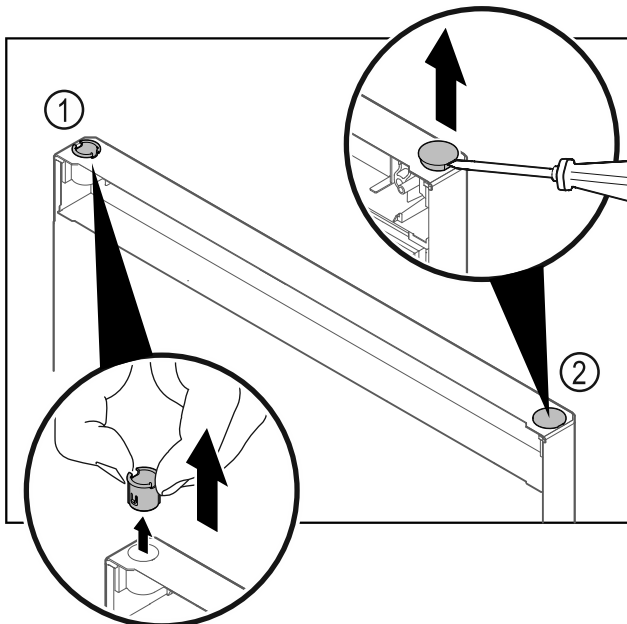

Fig. 22 Køledelens dør
- Træk hængselbøsningen Fig. 22 (1) ud med fingrene.
- Løsn afdækningsproppen Fig. 22 (2) forsigtigt med en flad skruetrækker, og træk den ud.